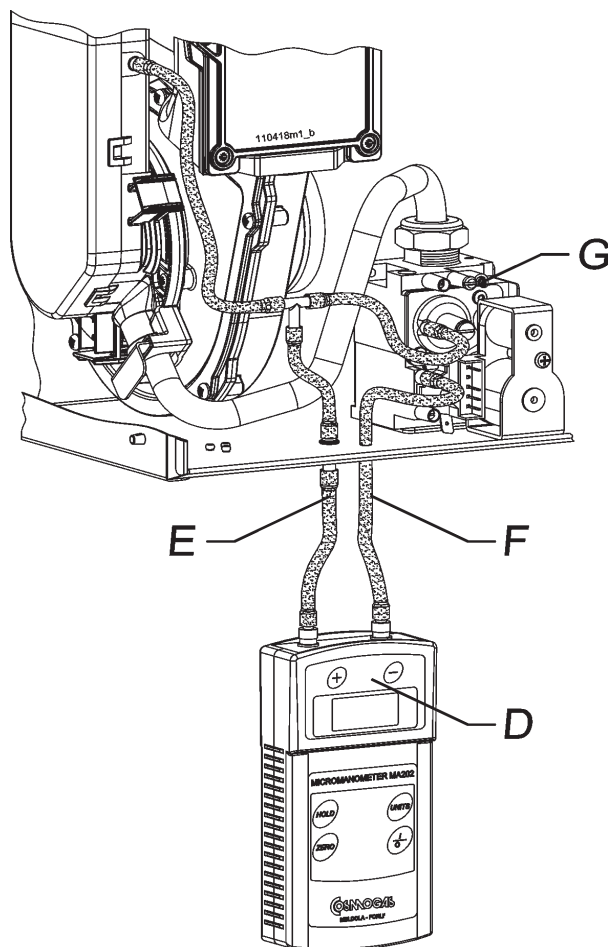

Рисунок 28 - Контроль давления газовой смеси
- установить трубу "F", которая идет от манометра через снятую заглушку "В", к штуцеру проверки давления "С" (см.рис. 28);
- подсоединение должно быть выполнено, как показано на рис. 28, выдерживая точно полярность давлений, указанную на манометре;